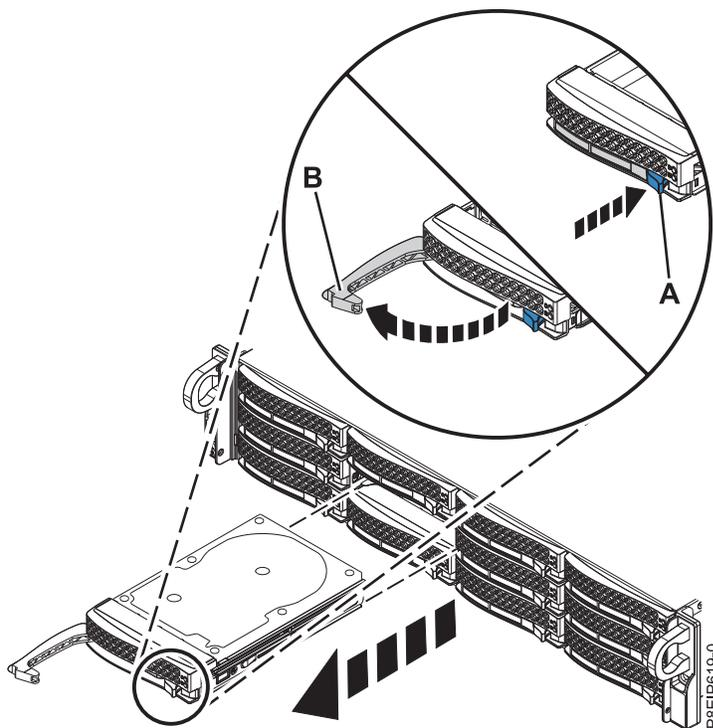

Figura 15. Extracción de una unidad
2. Desbloquee el asa de la bahía de unidad (**B**) presionando el pestillo del asa (**A**) como se muestra en la Figura 15. El asa (**B**) queda fuera hacia usted. Si el asa no queda totalmente hacia fuera, la unidad no se desliza fuera del sistema. Si la unidad no coincide con el número de serie que ha escrito en el paso anterior, vuelva a instalar la unidad en la bahía de la que la ha extraído y compruebe las otras bahías de unidad.